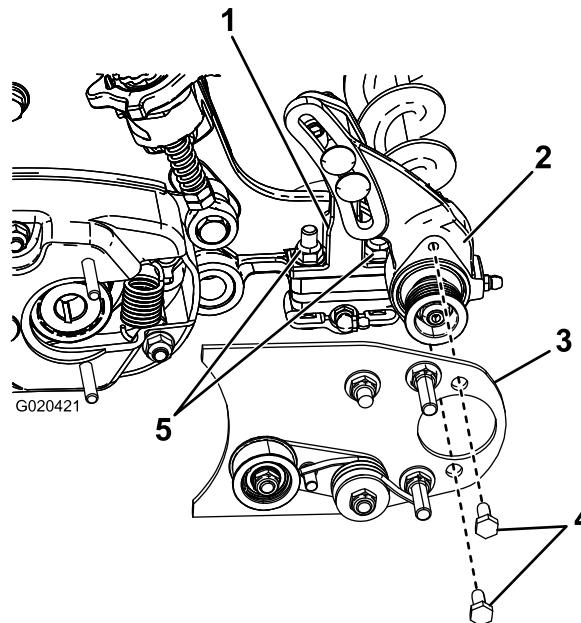

図7
- ボルト5/16 x 5/8インチ2本に242ロックタイト青を塗り、これらを使ってブラシプレートをローラブラシ用ベアリングハウジングに取り付ける図7。